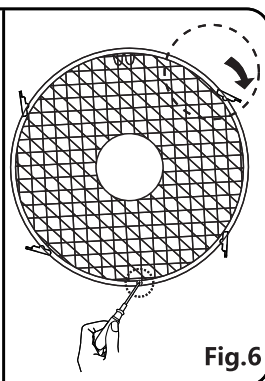

Fig.6
3. Fixez la grille avant à l'aide du clip. Ensuite, serrez les grilles en verrouillant la vis et l'écrou. (Fig. 6)